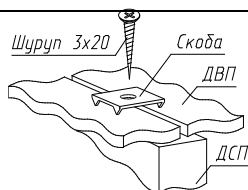

Рис.3
3. Закрепить задние стенки из ДВП гвоздями $\text{Ø}1,2 \times 20$ по периметру с шагом 100мм и по углам шурупами $\text{Ø}3 \times 20$, скрепками (рис. 3) и шурупами $\text{Ø}3 \times 20$ в местах стыка на полках. Между собой задние стенки (поз.13 и поз.15) стыкуются соединительным брусом (рис.3).